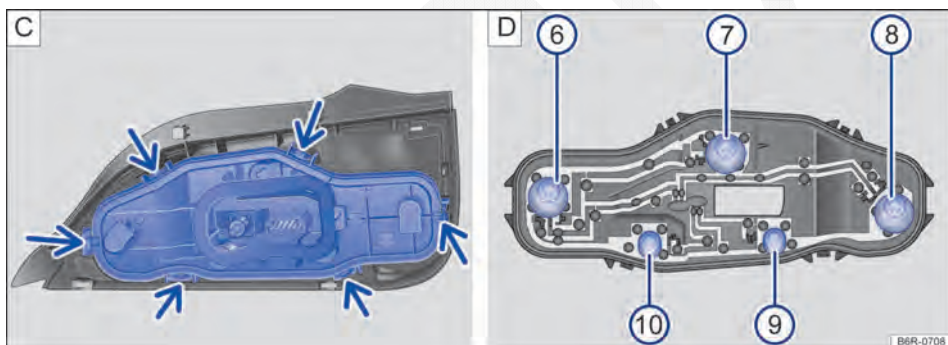

Fig. 148 Lanterna traseira: C: desinstalar o suporte da lâmpada, D: desinstalar a lâmpada incandescente.
9. Para destravar o suporte das lâmpadas, pressionar cada lingueta de travamento (setas) → Fig. 148 C no sentido das setas.
11. Para remover as lâmpadas incandescentes queimadas → Fig. 148 D, pressionar a lâmpada contra o suporte e girar no **sentido anti-horário** para removê-la.
15. Instalar o suporte das lâmpadas na lanterna traseira. As linguetas de travamento → Fig. 148 C (setas) devem encaixar de forma audível.
A localização e a identificação das lâmpadas incandescentes → Fig. 148 D estão relacionadas a seguir: